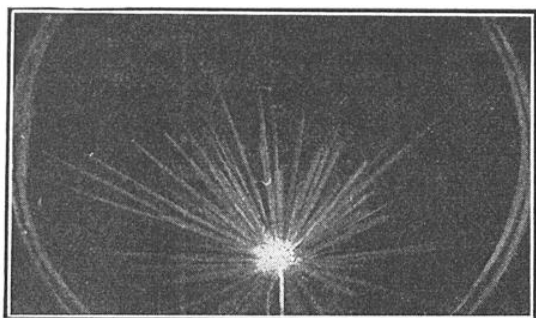

FIG. 6. — IONISATION PRODUITE PAR LES RAYONS « ALPHA »
œuvre des mêmes procédés ; cette chambre, tout en verre, a la forme d'un cylindre limité par deux plans parallèles *A* et *B*, distants d'un à deux centimètres ; le plan inférieur *B* fait partie d'un système flottant qu'on peut déplacer brusquement, comme tout à l'heure l'éprouvette, en aspirant l'air intérieur par un large tube *T*. A l'instant précis de la détente, une étincelle très lumineuse jaillit en *O*, et la lumière, concentrée par un système optique, éclaire latéralement l'intérieur de la chambre *AB*, en même temps qu'un appareil photographique, placé en *P*, recueille la lumière diffusée par les gouttelettes liquides. Opérant dans ces conditions, Wilson a obtenu, depuis 1911, des photographies dont les figures 6, 7, 8 et 9 nous montrent les principaux types ; elles nous en apprennent, sur la genèse des ions, plus que de longs mémoires.
La figure 6 montre l'ionisation produite par les rayons alpha : une trace de radium *C*, placé dans la chambre humide, projette autour d'elle, dans toutes les directions, les noyaux d'hélium dont les trajectoires forment ces rayons ; on voit que ces projectiles, violemment lancés en ligne droite, ont bousculé les atomes rencontrés, entraîné leur couronne superficielle d'électrons et engendré des ions en grand nombre (237.000 pour chaque corpuscule émané du radium *C*) ; ces ions, à leur tour, ont produit des gouttelettes liquides dont l'ensemble, très serré, dessine la trajectoire du corpuscule excitateur ; c'est en répétant cette expérience, dans les conditions les plus variées, que Blackett a observé les curieuses *fourches*, dont j'ai parlé dans un récent article (1) et qui nous renseignent sur les mécanismes des collisions atomiques et des désintégrations artificielles.